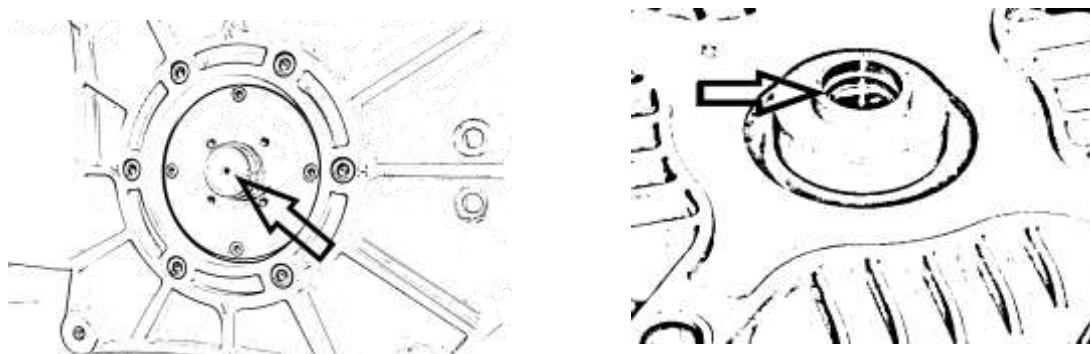

Рис. 4.3
- Найдите на фланцах приемопередатчика и антенны защитную пленку, закрывающую отверстие волновода (показаны стрелкой на рис. 4.3). Эту пленку впоследствии надо будет удалить при сборке станции уже на месте установки.